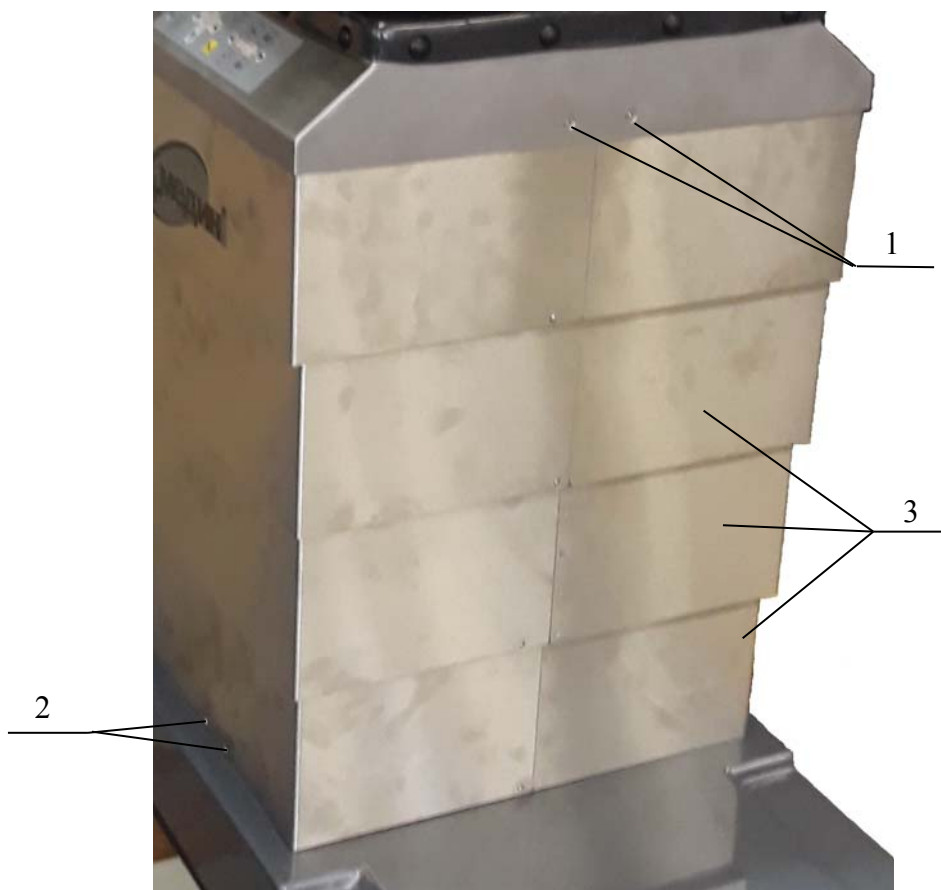

Рисунок 17. Снятие обшивок колонны.
- отверните винты 1 (4 шт., Рисунок 17);